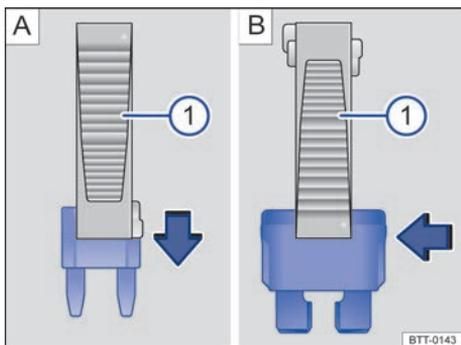

Fig. 278 Retirar o colocar un fusible con las pinzas de plástico ①.
- Dado el caso, retire las pinzas de plástico → fig. 278 ① situadas en la tapa de la caja de fusibles.
- En el caso de los *fusibles pequeños*, agárrelos con las pinzas ① desde arriba **A**.
- En el caso de los *fusibles más grandes*, desplace las pinzas ① lateralmente sobre el fusible **B**.
- Si el fusible se ha fundido, sustitúyalo por uno nuevo del *mismo* amperaje (de igual color y grabado) y del *mismo* tamaño → ②.